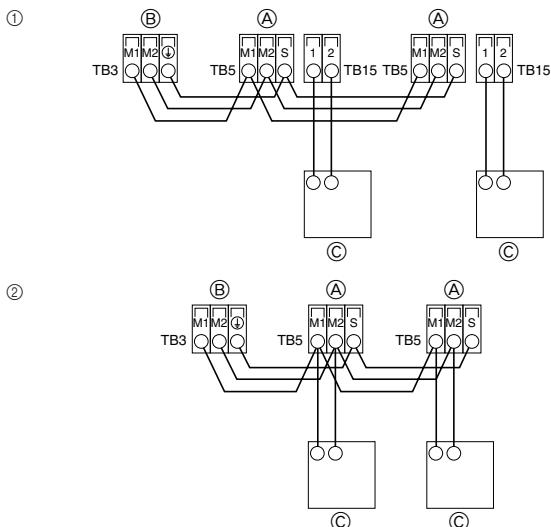

Fig. 4-2
4.2. De afstandsbediening en de transmissiekabels voor het binnen- en buitenapparaat aansluiten (Fig. 4-2)
- ① MA-afstandbediening
- ② M-NET-afstandbediening